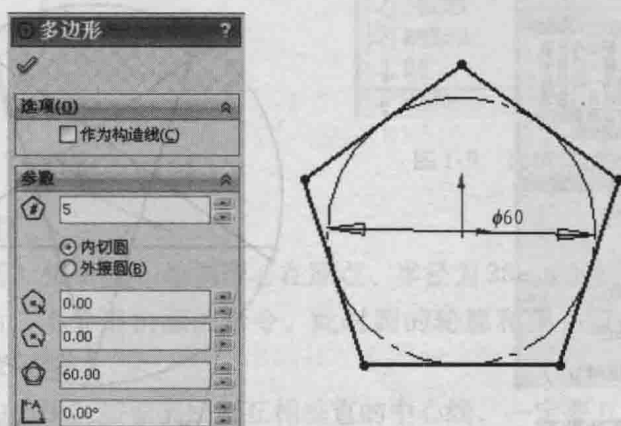

图 1-1 绘制正五边形与内切圆
(1) 单击标准工具栏上的“新建”图标按钮→“零件”→“确定”。
(2) 单击前视基准面→选择正视图→开始绘制草图→绘制正多边形, 选择内切圆心在 origin, 同时在圆的直径处输入 60mm, 确定后得到内切圆半径为 30mm 的正五边形, 如图 1-1 所示。